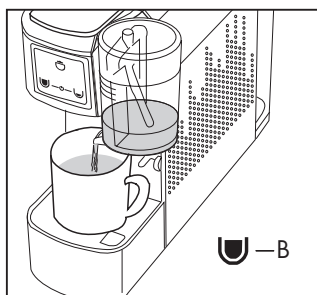

Fig. 23
- Fermer le verre à lait (13) avec le couvercle. Si le couvercle n'est pas mis sur le verre, la machine ne fonctionne pas.
- Presser la touche (B)  ; la machine distribuera la crème de lait. **(Fig. 23)**